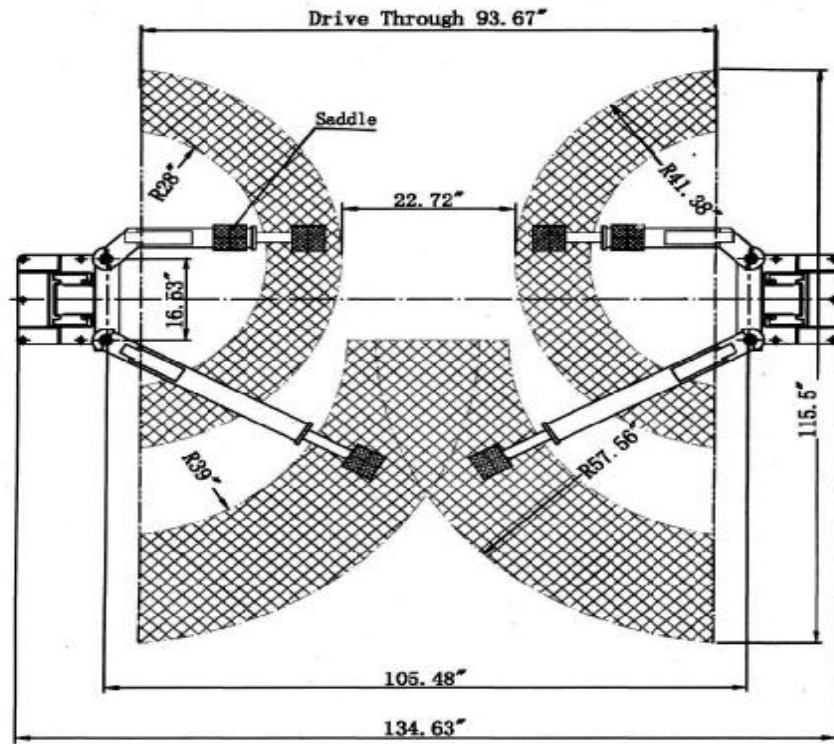

Рис. 3
**ШАГ 15:** Установите пластину пола (закройте шланги на полу) как показано на Рис. 3.